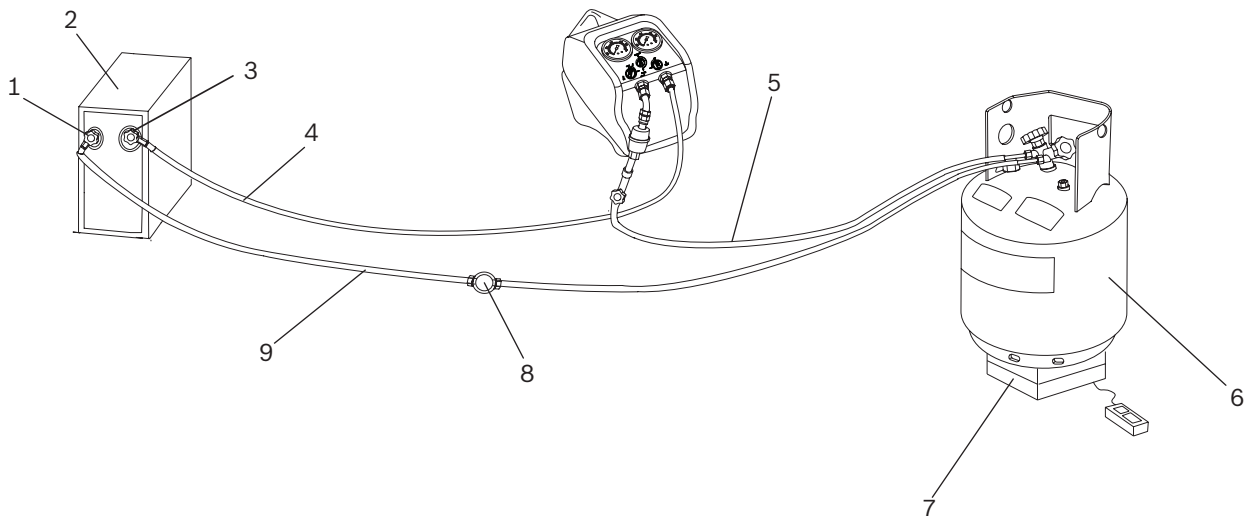

Fig. 4: Recuperación mediante presión-extracción
4. Conecte el RG8.0 / RG4.0 al sistema sometido a servicio según la Fig. 4. Siga el orden indicado a continuación. Use solamente las mangueras de refrigerante designadas que cumplan las normas locales. Puesto que las mangueras deben conmutarse para extraer por completo todo el refrigerante del sistema, es necesario utilizar mangueras con válvulas de cierre manual en ambos extremos; estas instrucciones se han redactado para tales mangueras
- Conecte una manguera roja al puerto de líquido (rojo) de un depósito de recuperación de dos válvulas aprobado y el otro extremo al puerto de servicio del lado alto del sistema de A/A o refrigeración. Resulte muy beneficioso contar con una mirilla (Fig. 4, Pos. 8) en esta manguera para supervisar el flujo de líquido.
- ⇨ Debe empezar a fluir refrigerante líquido dentro del depósito. Esto puede verificarse con la mirilla (Fig. 4, Pos. 8). Consulte la Fig. 4.